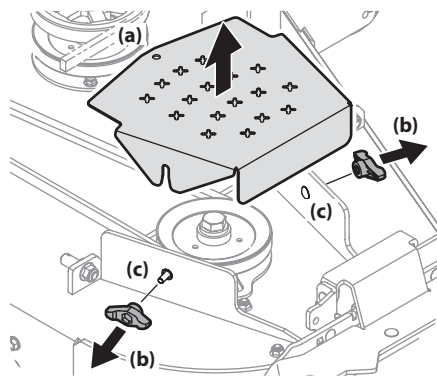

Figure 4-19
3. Pour retirer les couvercles de courroies (a), retirez les écrous papillons (b) des boulons de carrosserie (c) qui fixent les couvercles sur le plateau de coupe. Voir Figure 4-19.
4. L'écrou devrait maintenir les boulons (c) en place. Sinon, installez la quincaillerie comme illustré sur la Figure 4-19.